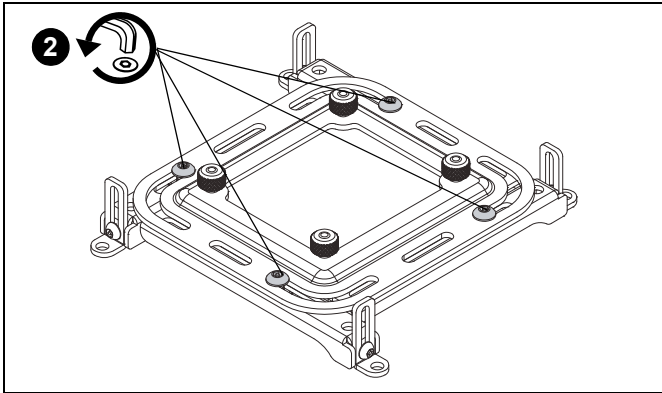

Figura 12
- Afloje, pero NO retire, los tornillos que fijan las patas a la interfaz universal. (Consulte Figura 12)